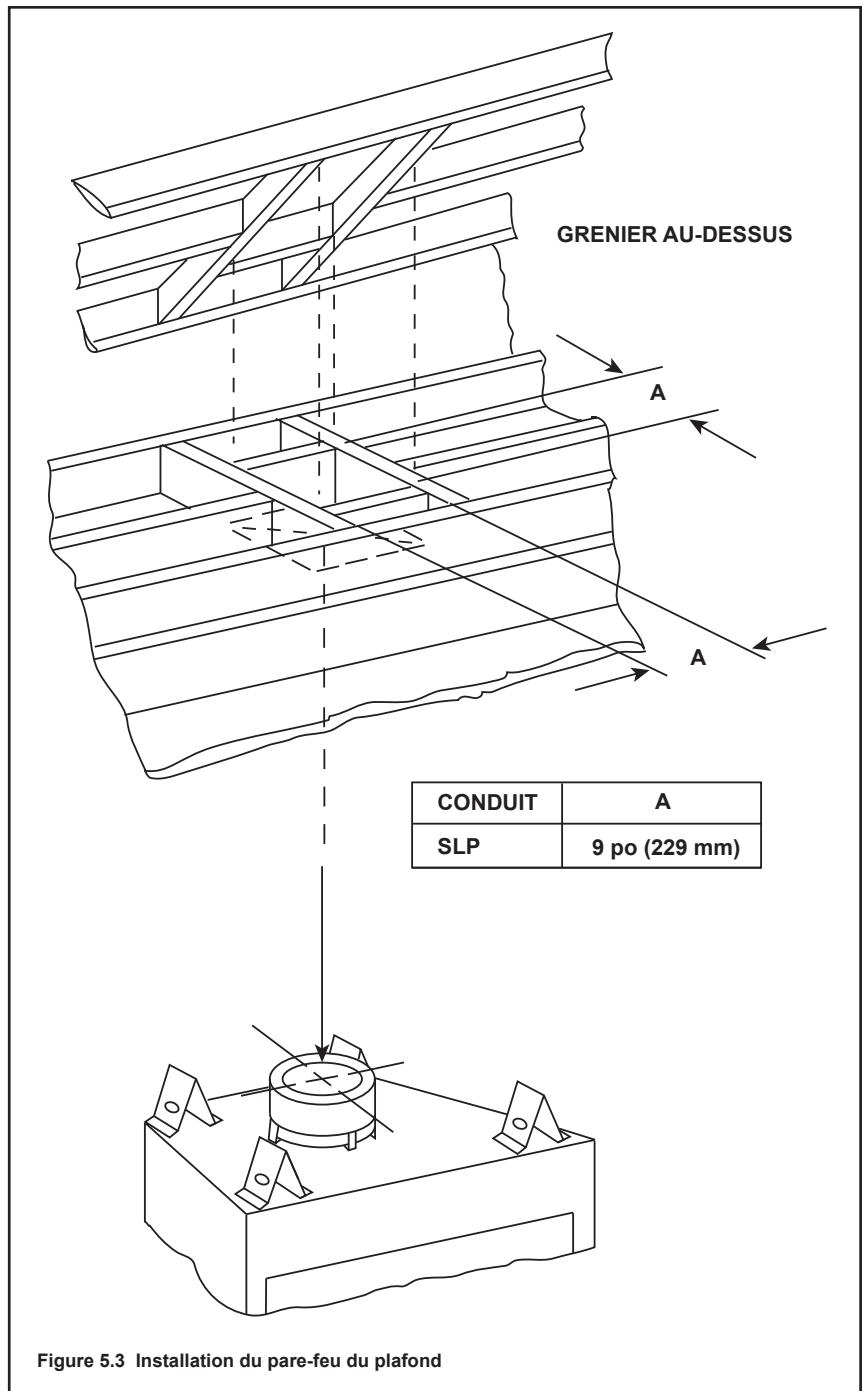

Figure 5.3 Installation du pare-feu du plafond
- **Conduit SLP seulement** – Ouverture de la charpente 229 mm x 229 mm (9 po x 9 po) quand le conduit d'évacuation traverse un plancher/plafond (voir la figure 5.3).